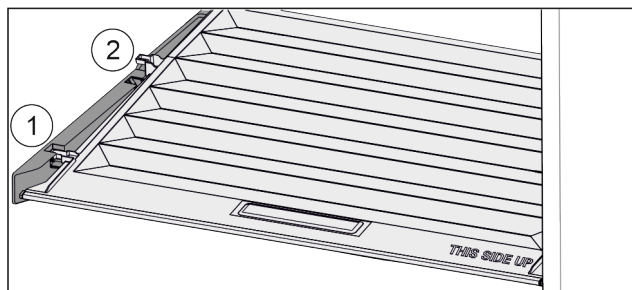

Fig. 124
- ▶ 将盖子向前拉 Fig. 124 (1)至定位件开口。
- ▶ 从下方抬起后端并向上将其移出 Fig. 124 (2)。